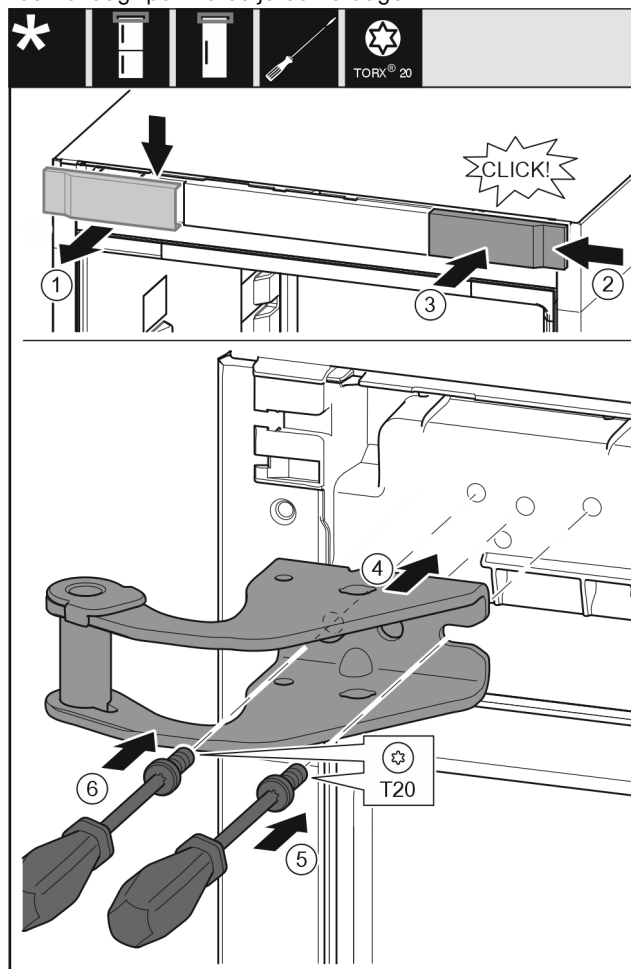

Fig. 11
- ▶ Võtke kate Fig. 11 (1) ülaltpoolt ettepoole ära.
- ▶ Haakige kate Fig. 11 (2) 180° pööratult teisel küljel paremalt külge.
- ▶ Fikseerige kate Fig. 11 (3).
- ▶ Pange ülemine laagripukk Fig. 11 (4) kohale.
- ▶ Pange kruvi Fig. 11 (5) kruvikeerajaga kohale ja keerake kinni.
- ▶ Pange kruvi Fig. 11 (6) kruvikeerajaga kohale ja keerake kinni.